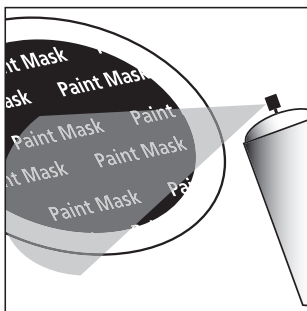

FIGURE 8
1. Apply paint to exposed (unmasked parts). Use two or more thin coats. Spray painting is recommended [figure 8].
1. Appliquez deux minces couches de peinture (ou plus) aux pièces non masquées. Il est recommandé de vaporiser le cadre de peinture. [figure 8].